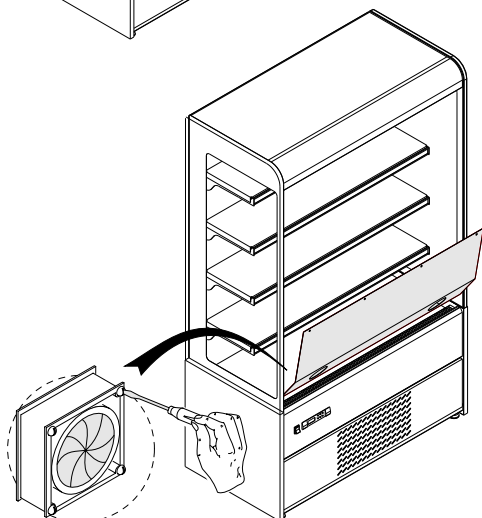

Fig.21
- Sollevare la lamiera porta ventole. (Vedi Fig.21)